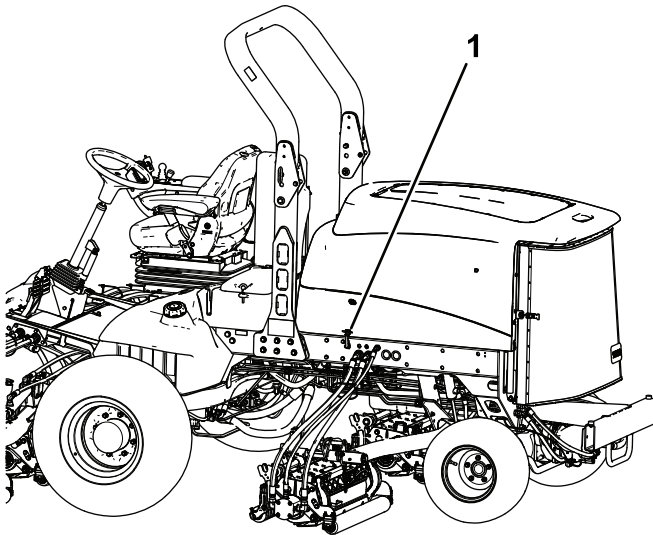

Figure 22
1. Débranchez le loquet de capot de son support (Figure 22).